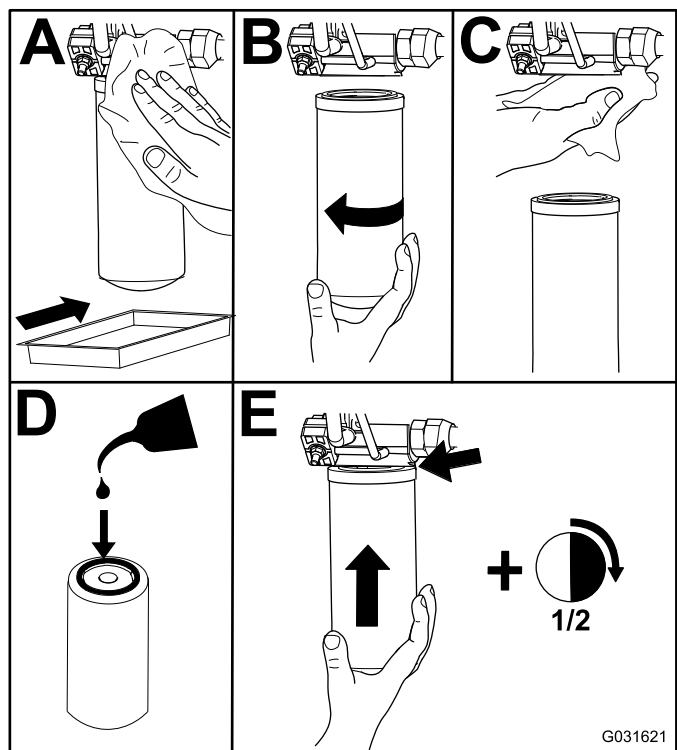

Bild 69
2. Wechseln Sie den Ladehydraulikfilter im Hydraulikhubraum aus, wie in Bild 69 abgebildet.
4. Tauschen Sie den Rücklauffilter an der rechten Seite der Maschine aus (Bild 69).